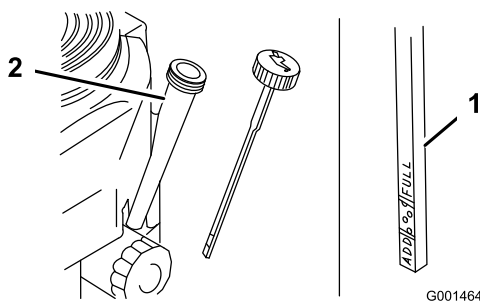

Figure 31
4. Nettoyez la surface autour de la jauge d'huile (Figure 31) pour éviter que des impuretés ne s'introduisent dans le goulot de remplissage, ce qui risquerait d'endommager le moteur.
5. Retirez la jauge d'huile et essuyez soigneusement son extrémité (Figure 31).
6. Remettez la jauge au fond du tube de remplissage, mais sans la visser (Figure 31).
9. Versez avec précaution environ 80 % de la quantité d'huile spécifiée dans le goulot de remplissage (Figure 31)